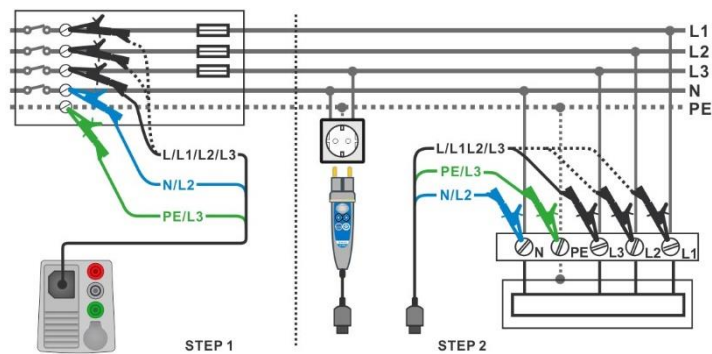

Figura 7.105: Medición AUTO TT
- Conecte las puntas de prueba de 3 hilos o la Clavija *Commander* al objeto a prueba (vea la **Figura 7.105**).